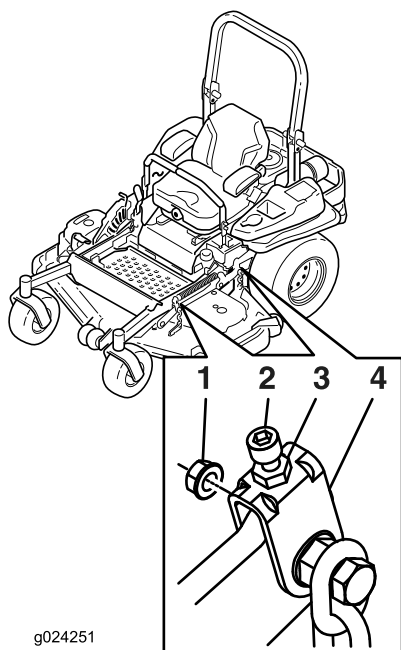

Figure 91
9. Le cas échéant, desserrez l'écrou Whizlock sur le côté de la chape et l'écrou de blocage sur le dessus. Ajustez précisément la vis de réglage en la tournant jusqu'à obtention d'une hauteur de 7,6 cm (3 po) (voir Figure 91).
15. Ajustez précisément la vis de réglage en la tournant jusqu'à obtention d'une hauteur de 8,3 mm (3-1/4 po) (Figure 91).